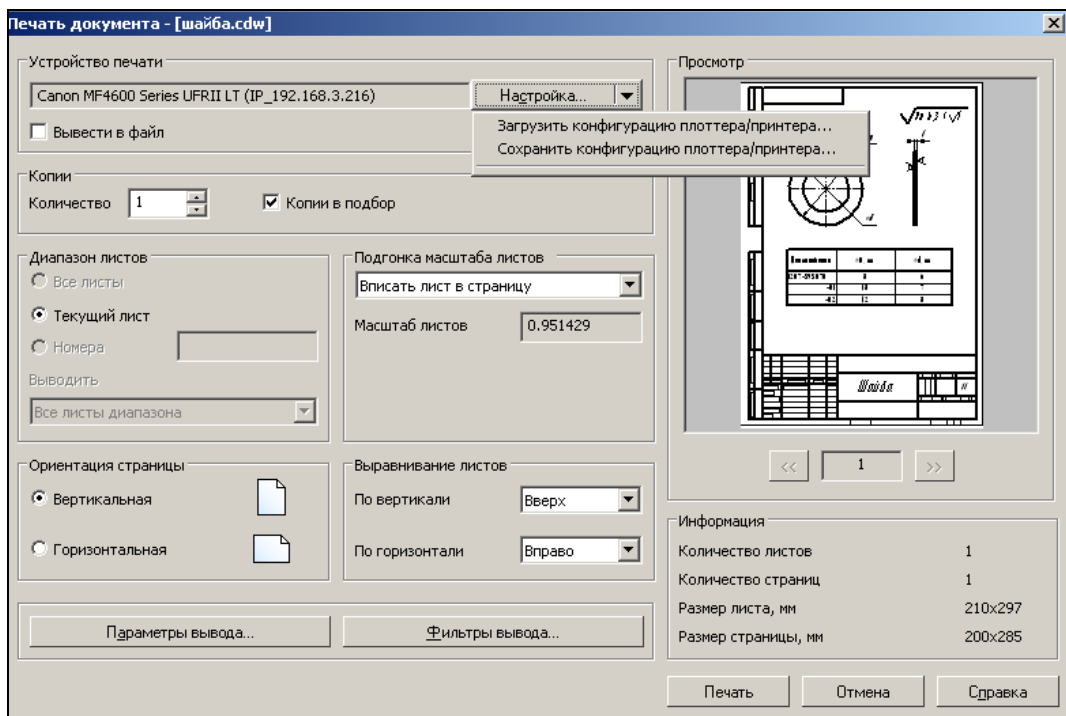

Рис. 3.12. Диалоговое окно **Печать документа**
Чтобы напечатать чертеж, модель, текстовый документ или спецификацию, вызовите команду **Печать**  или выберите из строки меню команду **Файл ► Печать**. Появится диалоговое окно **Печать документа** (рис. 3.12).
- из строки меню вызовите команду **Файл ► Печать**. На экране появится диалоговое окно **Печать документа** (см. рис. 3.12);